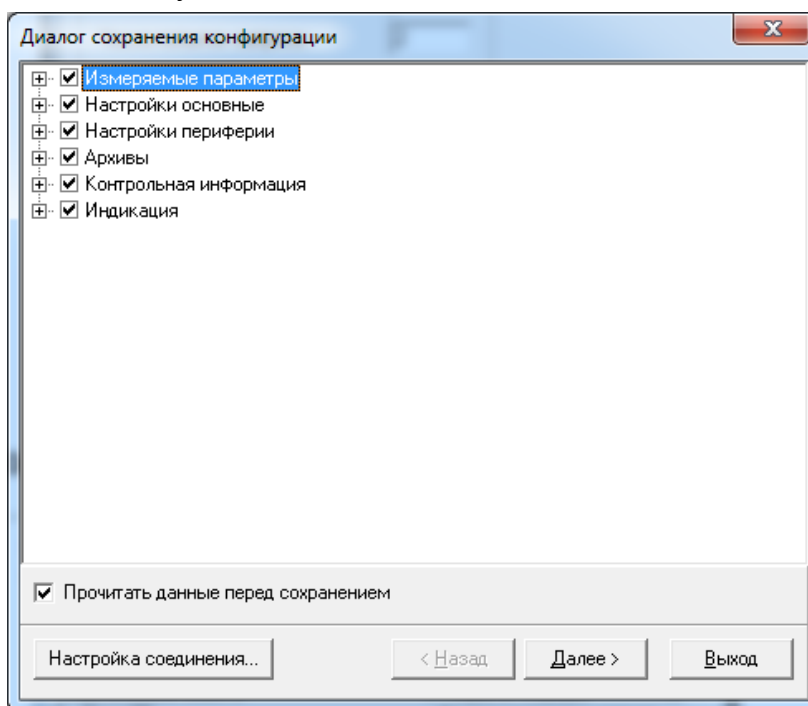

Рис.22. Окно «Диалог сохранения конфигурации»
- в открывшемся окне «**Диалог сохранения конфигурации**» выбрать набор параметров, которые будут прочитаны из прибора, установить флаг «**Прочитать данные перед сохранением**» и нажать кнопку «**Далее**», дождаться окончания считывания (рис.22):